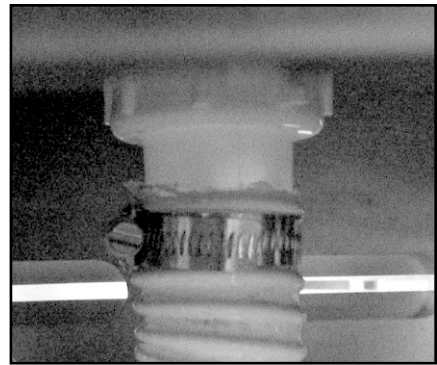

Fig. 54
13. Attacher le tuyau de drain d'évier au bas de l'évier (utiliser une rondelle d'about) (Fig. 54 et 55).